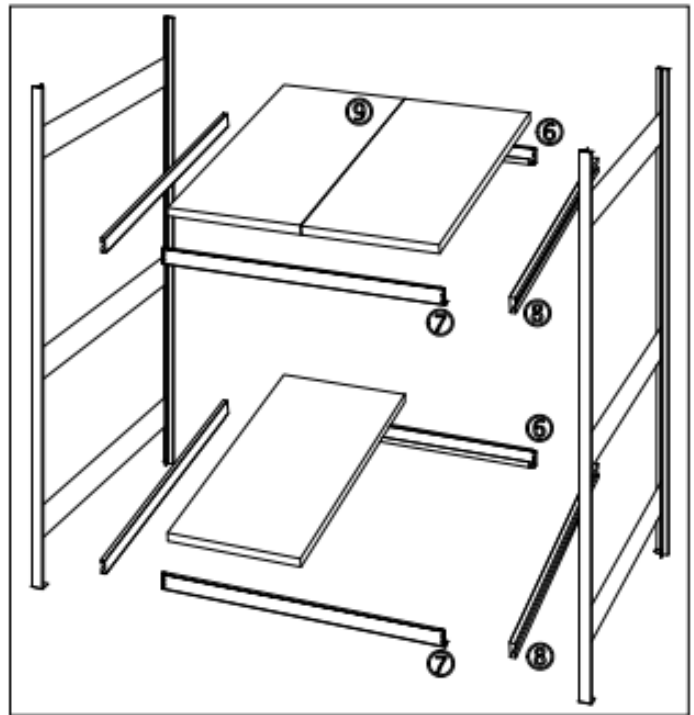
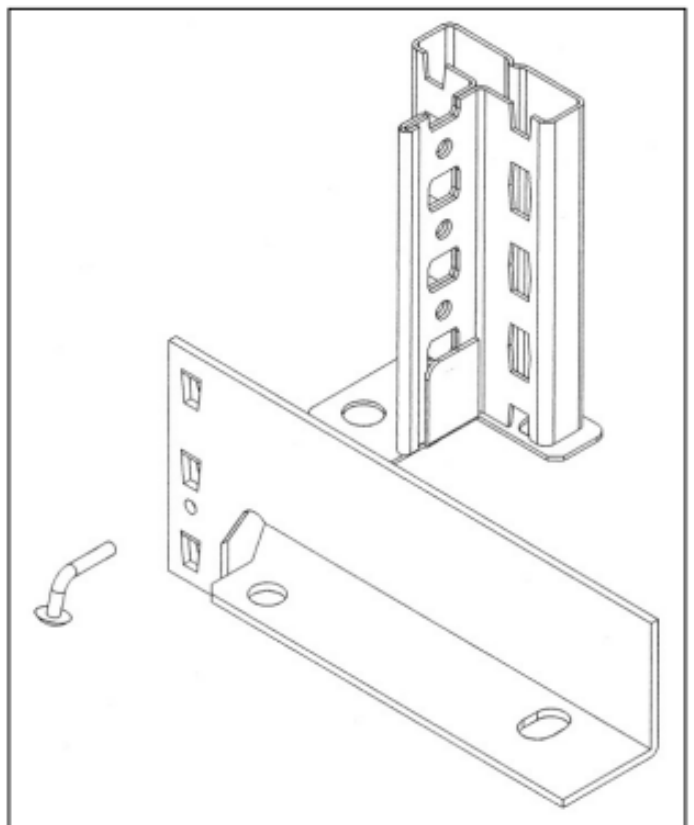

Abb. 8
Abb. 9
Zwei Rahmen im Abstand der Fachbodenbreite aufstellen, eine Traverse ⑦ vom Typ „vordere Traverse“ in die untere Einhängposition (Abb. 8 und 10) vorn einhängen (Auflagekante = 115 mm über dem Fußboden) und mit Sicherungstiften sichern, wie in Abb. 9 dargestellt.
- 1.7** Dann die hintere Traverse ⑥ in der Höhe versetzt einhängen (Auflagekante = 315 mm über dem Fußboden) und mit Sicherungstiften sichern, wie in Abb. 9 dargestellt. Dann wie in Abb. 8 die Seitenbleche ⑧ und anschließend den Fachboden ⑨ in die Traversen schräg einlegen.